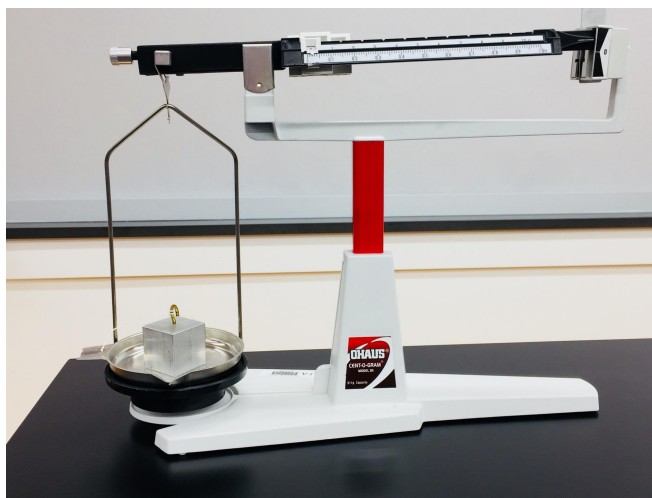

Figure 2. Balance à plateau
1. Mesurez la masse m de l'objet fourni en utilisant une balance à plateau, tel qu'illustré à la Figure 2: